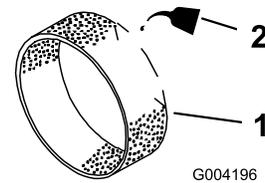

Bild 15
3. Gießen Sie 30 ml bis 60 ml Öl auf den Vorfilter (Bild 15).